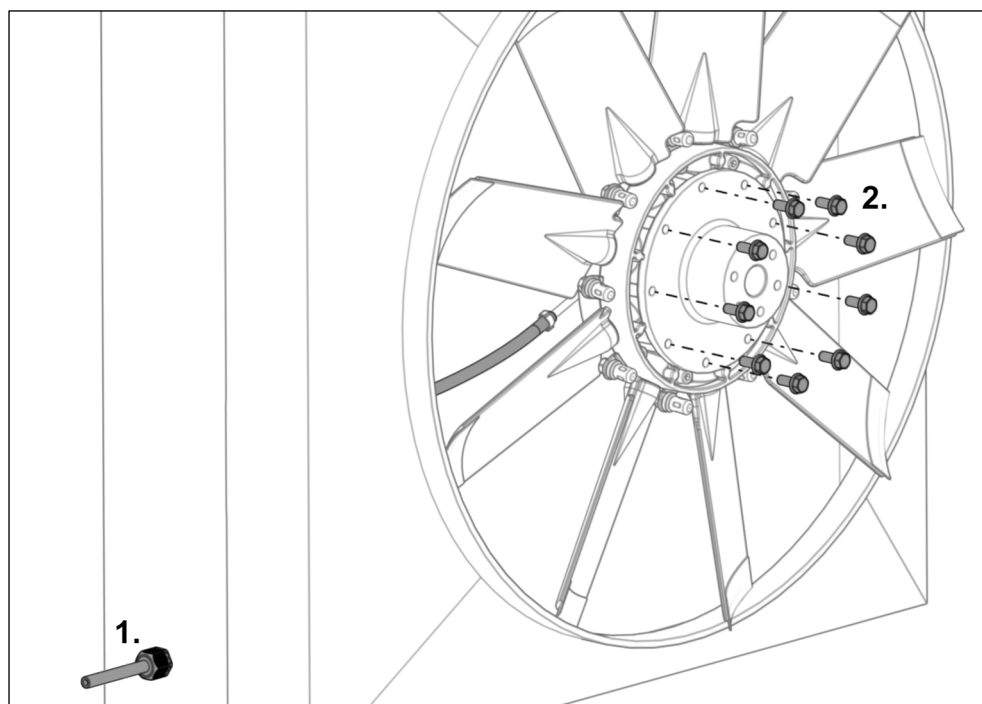

Fig. 29
- 20) Ghidați furtunul de aer comprimat prin manșonul de detensionare (consultați Fig. 29 pasul 1).
- 22) Înșurubați manual șuruburile de montaj furnizate (consultați Fig. 29 pasul 2).